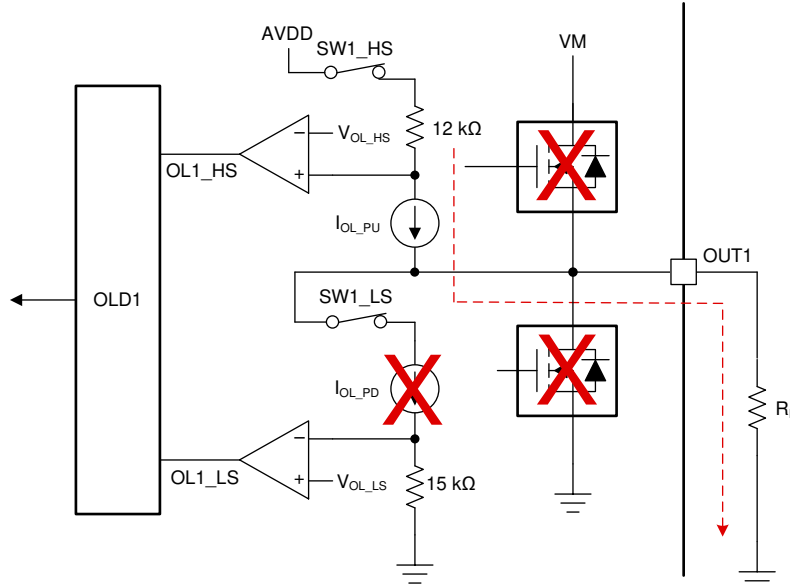
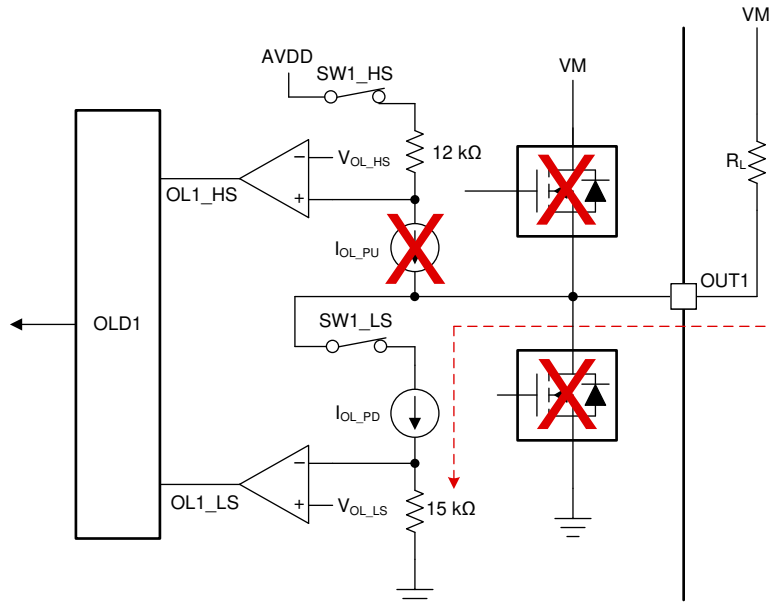

図 8-18. グランド (GND) に接続された負荷の開放負荷検出回路
図 8-20. 電源電圧 (VM) に接続された負荷の開放負荷検出回路
OLD 回路は、電流源 (および電流シンク)、直列シーケンス スイッチ (デジタル コアによってシーケンスされる)、抵抗、コンパレータの 4 つの主要コンポーネントで構成されています。グランド (GND) に接続された負荷の場合、図 8-18 に示すように、電流源 ($I_{\text{OL_PU}}$) が OUTx ノードを内部レギュレータ電圧 (AVDD) にプルアップし、電流は内部レギュレータ電圧 (AVDD) から接続負荷を介してグランドに流れます。さらに、電源 (VM) に接続された負荷の場合、図 8-20 に示すように、電流シンク ($I_{\text{OL_PD}}$) が電源電圧 (VM) から接続負荷を経由してグランドに電流をプルダウンします。OUTx 端子に接続された負荷の抵抗は、ソース / シンク電流を変化させ、間接的に 2 つの抵抗 (12kΩ と 15kΩ) 間の電圧降下を変化させます。2 つの抵抗間のこの電圧降下は、内部コンパレータによって基準電圧 ($V_{\text{OL_HS}}$ と $V_{\text{OL_LS}}$) と比較され、OL1_HS と OL1_LS として出力されます。このコンパレータ出力は、開放負荷条件を判定するために開放負荷デジタル回路に供給されます。
図 8-18 に、内部 OLD 回路を持つグランドに接続された負荷を示します。ハイサイドの開放負荷シーケンスがアクティブになると (SW1_HS がオン、SW1_LS がオフ)、電流源 ($I_{\text{OL_PU}}$) が OUT1 ノードを内部レギュレータ電圧 (AVDD) にプルアップし、電流は内部レギュレータ電圧 (AVDD) から接続負荷 (R_L) を介してグランドに流れます。このとき、負荷の有無によって、以下の 3 つのケースが考えられます。
8.2.3.3 電源 (VM) に接続された負荷の OLD
図 8-20 に、内部 OLD 回路を持つ電源 (VM) に接続された負荷を示します。ローサイドの開放負荷シーケンスがアクティブになると (SW1_HS がオフ、SW1_LS がオン)、電流シンク (I_{OL_PD}) が OUT1 ノードを電源電圧 (V_{VM}) にプルダウンし、電流は電源 (VM) から接続負荷 (R_L) を介してグランドに流れます。このとき、負荷の有無によって、以下の 3 つのケースが考えられます。